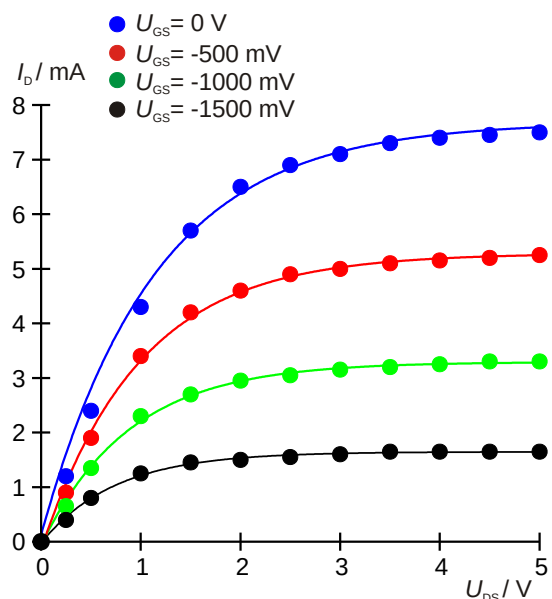

Fig. 5: Kennlinien des Feldeffekttransistors für verschiedene Gate-Spannungen.
- Die Messwerte für die verschiedenen Gate-Spannungen in einem I_D - U_{DS} -Diagramm graphisch darstellen (Fig. 5)